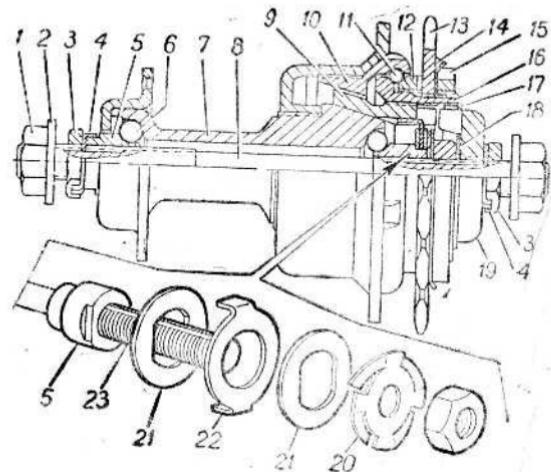

Рис. 5. Втулка заднего колеса:
а) отверните на 1—2 оборота гайки 1 (см. рис. 5) оси задней втулки и натяните цепь, чтобы обод колеса прижался к правому леру цепной вилки, и затяните левую гайку колеса;
3. Заднее колесо, как и переднее, вращается на шариках 6 (рис. 5) диаметром 5 мм по девять штук с каждой стороны. Кроме двух основных подшипников, есть третий вспомогательный подшипник 11 червячной гайки 16, который состоит из сорока шести шариков диаметром 3 мм и работает только при свободном ходе велосипеда.